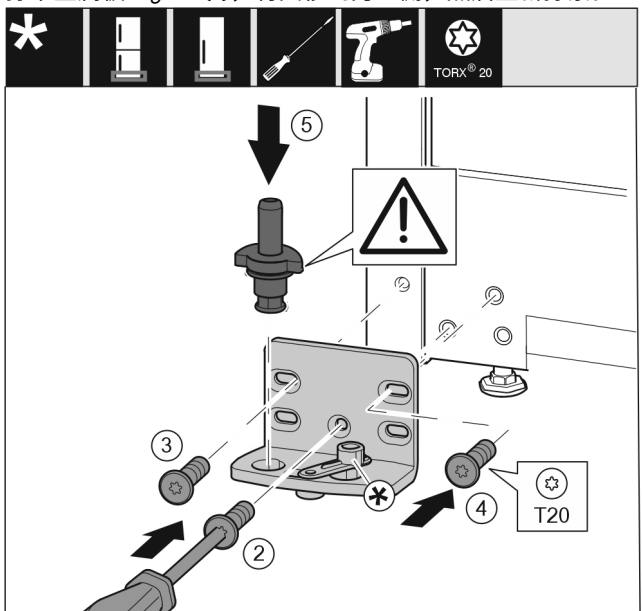

Fig. 15
- ▶ 将托架安装到另一侧, 并借助螺丝刀旋紧。用螺钉 Fig. 15 (2) 从底部的中心开始。
- ▶ 拧紧螺钉 Fig. 15 (3) 和螺钉 Fig. 15 (4)。
- ▶ 将轴承螺栓 Fig. 15 (5) 完全装入。同时注意止动凸轮需指向后方。